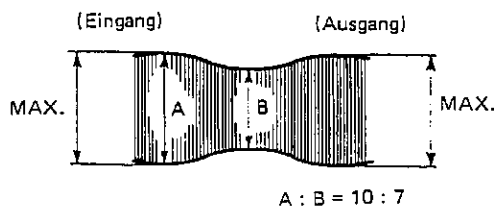

Abbildung 31.
- Die Einstellung so vornehmen, daß bei Veränderung des Spurlagenreglers aus seiner normalen Stellung (der Spurlagenregler wird bewegt und A der HF-Wellenform sinkt) das Verhältnis zwischen A und B in Abb. 31 besser als A (10); B (7) ist.